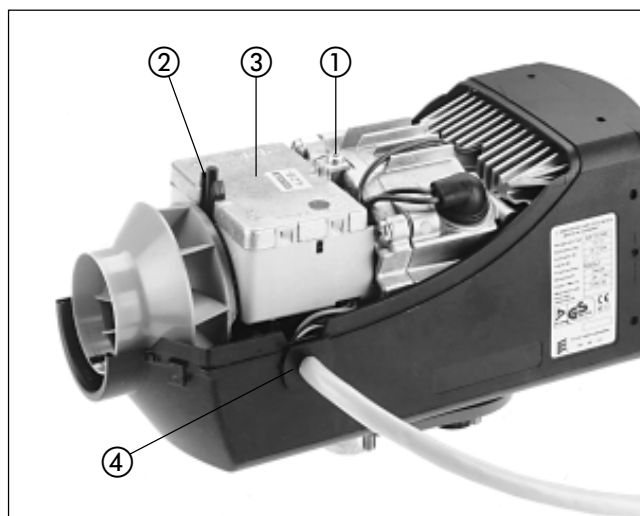

Bild 2
Demontering av styrrelä (se bild 2)
- Montera bort styrreläet (se bild 2).
- Demontera styrreläet (se bild 2).